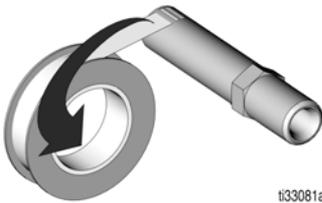

ABB. 13
- Gewinde am langen Ende des Nippeladapters (10) mit PTFE-Band oder Gewindedichtmittel wie in ABB. 13 gezeigt umwickeln.